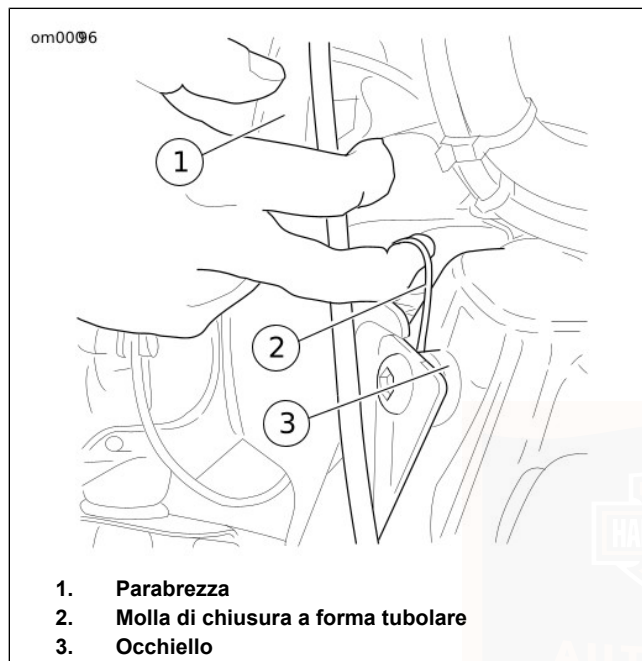

Figura 16. Parabrezza
1. Vedere la Figura 16. Inserire le dita nelle molle di chiusura sui due lati del parabrezza e spostare in avanti la PARTE SUPERIORE del parabrezza, sino a far fuoriuscire dagli occhielli le tacche SUPERIORI della staffa.
1. Vedere la Figura 16. Inserire le dita nelle molle di chiusura a forma tubolare sui due lati del parabrezza e far scorrere le tacche INFERIORI della staffa del parabrezza sugli occhielli inferiori.